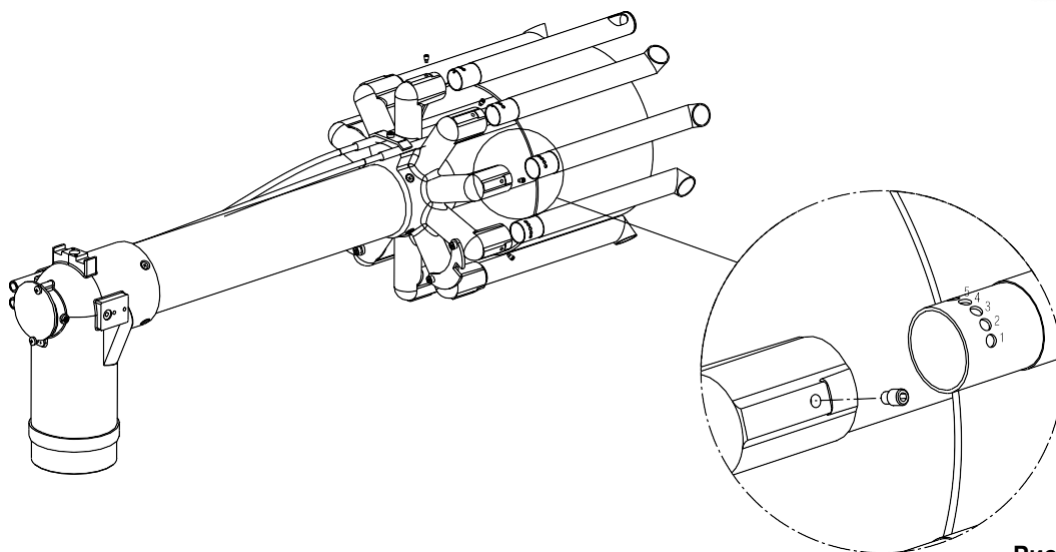

Рис. 23
- Поверните сопла на одно деление против часовой стрелки (для RS410-610) рис.23.